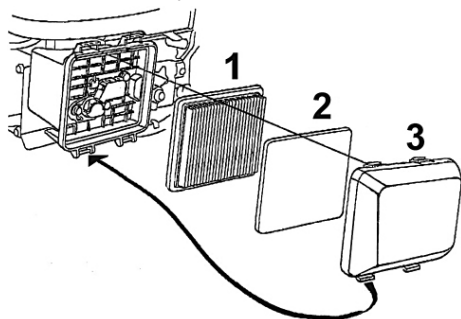

Рис. 16 Конструкция воздушного фильтра
1. Нажмите на фиксаторы и снимите крышку воздушного фильтра (Рис. 16 п. 3).
2. Извлеките из крышки воздушного фильтра предварительный фильтрующий элемент (Рис. 16 п. 2).
3. Извлеките основной фильтрующий элемент (Рис. 16 п. 1).
Основной (бумажный) в фильтрующий элемент (Рис. 16 п. 1) не подлежит очистке, необходима его замена. Эксплуатация двигателя с грязными или поврежденными фильтрующими элементами или без фильтрующих элементов приведет к попаданию грязи и пыли в карбюратор и двигатель, что в свою очередь, станет причиной его быстрого износа. Двигатель в этом случае не подлежит ремонту по гарантии.